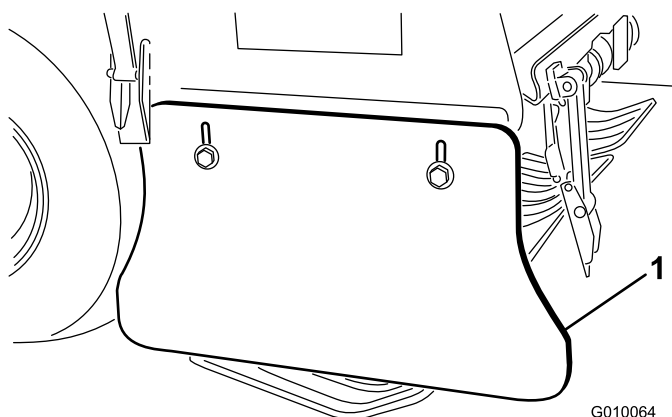

Figura 62
1. Afloje los pernos y tuercas que sujetan el protector lateral al bastidor (Figura 62).